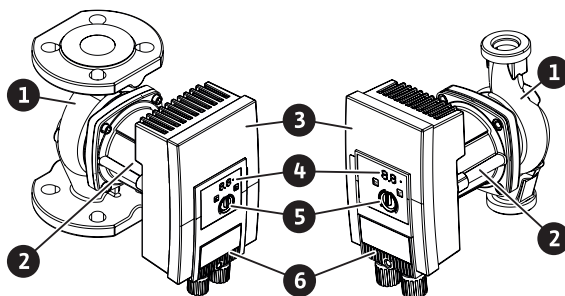

Fig. 1: Preglednica črpalke
- Po potrebi uporabljajte dvizno opremo z zadostno nosilnostjo (Fig. 1).
Na ohišju motorja je regulacijski modul (Fig. 1, poz. 3), ki regulira črpalko in zagotavlja vmesnik SSM. Odvisno od izbranega načina uporabe ali funkcije reguliranja je omogočeno reguliranje števila vrtljajev ali diferenčnega tlaka. Pri vseh funkcijah regulacije tlačne razlike se črpalka stalno prilagaja spreminjajoči se potrebi po moči naprave.